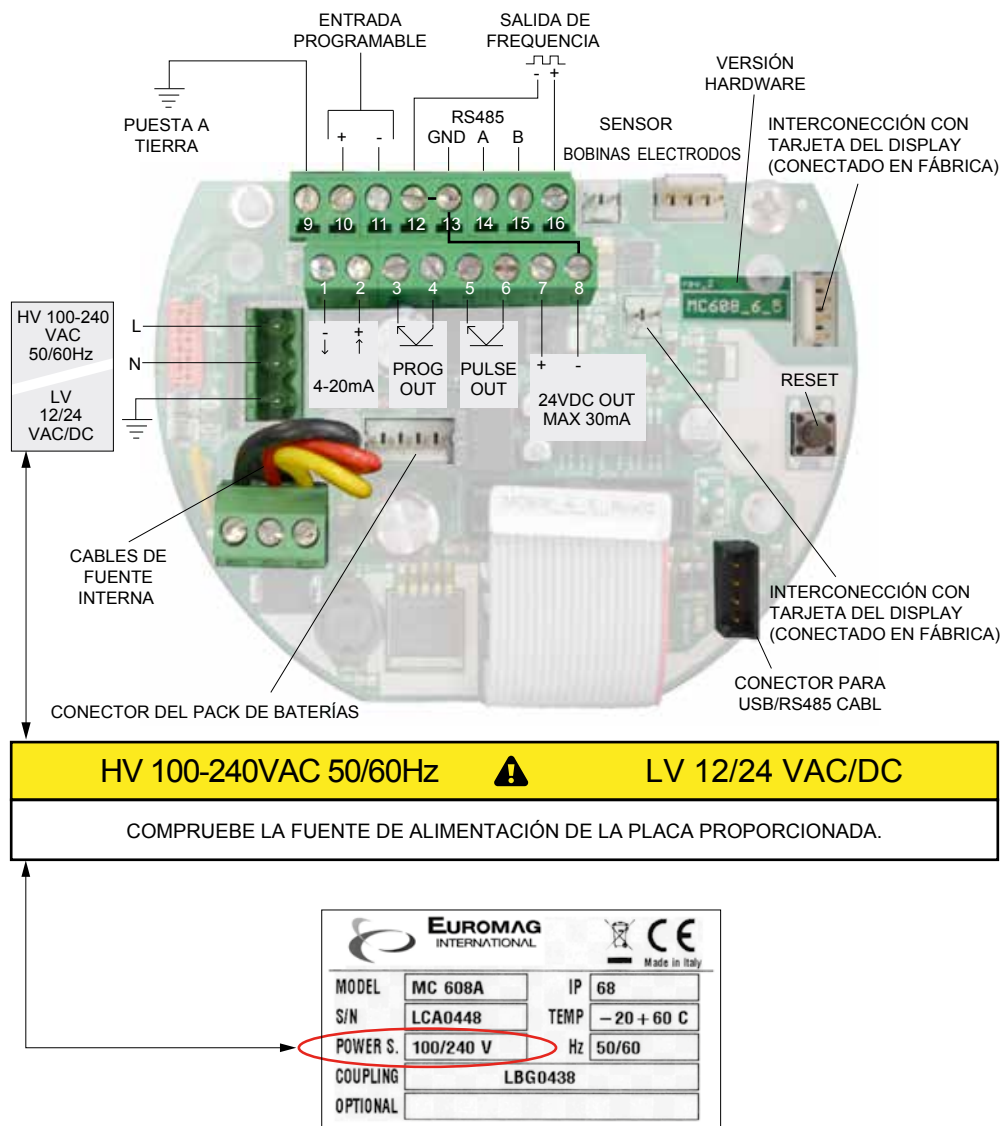

Fig. 23 Cableado Eléctrico
-  Para conectar correctamente los elementos eléctricos del convertidor MC608 a la fuente de alimentación y a la caja de conexiones (en la versión REMOTA), consulte el diagrama de cableado que se muestra en el párrafo 4.3.1 (Fig. 23).